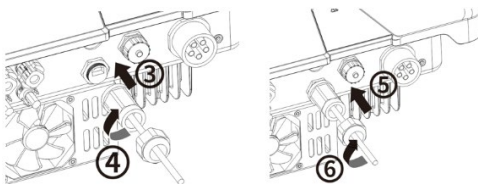

Fig. 20 (til venstre): Tilslut netværkskablet
- 4 Sæt netværkskablet ind i COM1 eller COM2 (s. fig. 20. Overhold rækkefølge og pilens retning)
- 5 Stram gevindbøsningen, og stram derefter omløbermøtrikken ved enden (pos. 5 og 6).